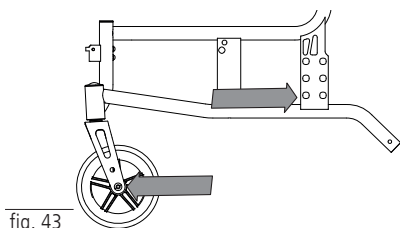

fig. 43
- Sædehøjde 470 – styrehjul 200 mm / 8" skrueraksel baghjul i nede (fig. 43)